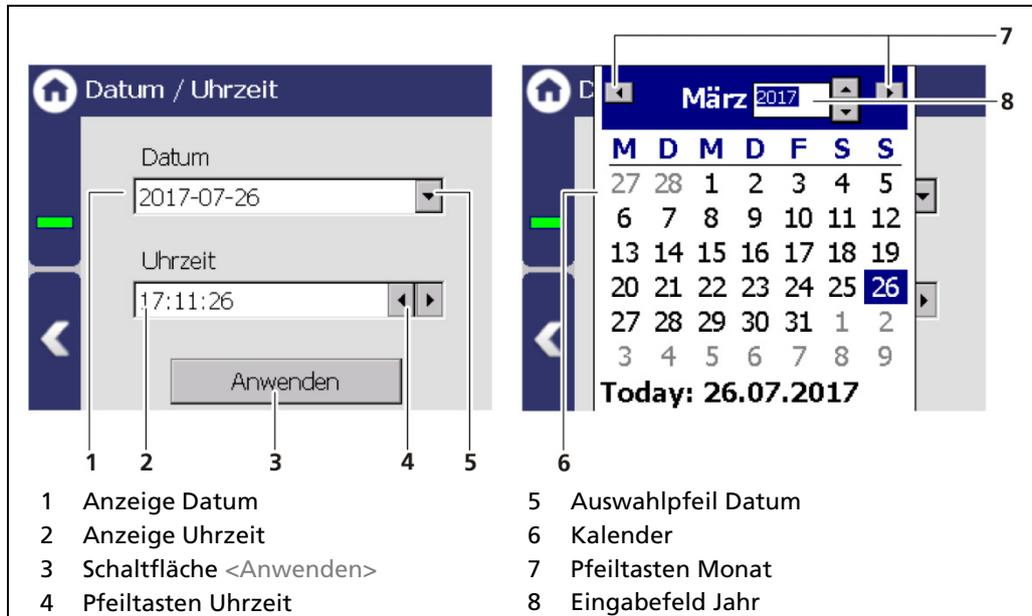

Abb. 40 Datum / Uhrzeit, Kalender
1. Klicken Sie auf den Auswahlpfeil (Abb. 40, Pos. 5), um das Datum einzustellen.
- ▶ Der Kalender wird aufgeklappt (Abb. 40, Pos.6).
2. Klicken Sie auf die Jahreszahl (Abb. 40, Pos.8), um das Jahr einzugeben.
3. Stellen Sie den Monat (Abb. 40, Pos. 7) durch Klicken auf die Pfeiltasten ein.
5. Ändern Sie die Uhrzeit durch Klicken auf die Pfeiltasten (Abb. 40, Pos. 4).
6. Klicken Sie auf <Anwenden> (Abb. 40, Pos. 3), um die Einstellungen von Datum und Uhrzeit zu übernehmen.